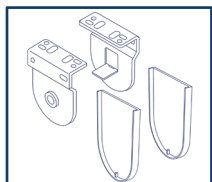

Fig.2
- 2 Staffe laterali di aggancio + 2 copri staffe in plastica (Fig.2)